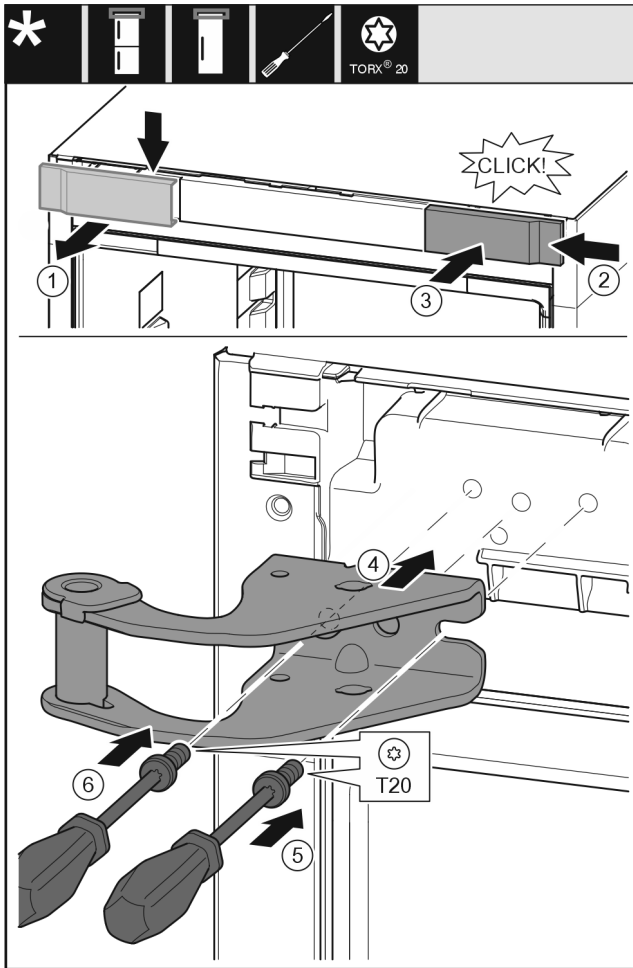

Fig. 13
- ▶ Vegye ki felülről az alsó fedelet előrefelé. Fig. 13 (1)
- ▶ Akassza be a fedelet 180°-kal elfordítva a másik oldalra jobbról. Fig. 13 (2)
- ▶ Pattintsa be a fedelet. Fig. 13 (3)
- ▶ Helyezze fel a felső csapógybakot. Fig. 13 (4)
- ▶ Helyezze fel és húzza meg a csavart a T20 csavarhúzóval. Fig. 13 (5)
- ▶ Helyezze be és húzza meg a csavart a T20 csavarhúzóval. Fig. 13 (6)